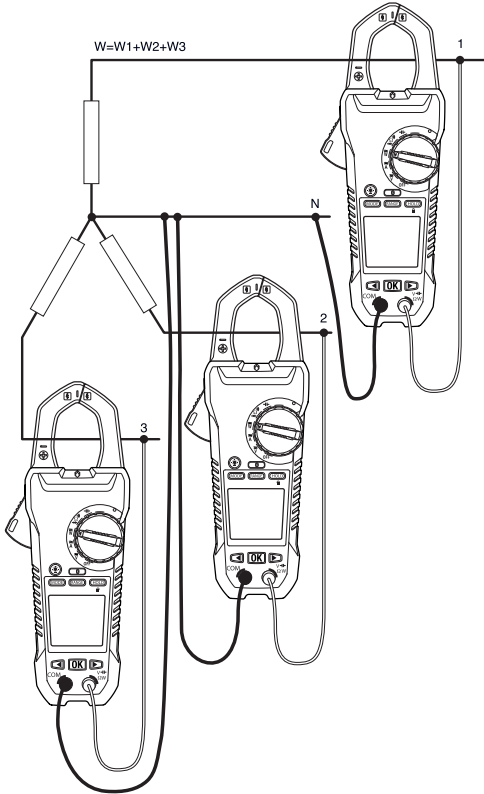

图5.5三相四线测量.
三相四线配置的功率分三步测量，如图5.5 中所示。总功率是三次测量之和： $W = W1 + W2 + W3$
3. 按照图 5.5 中所示，测量三次有效功率。